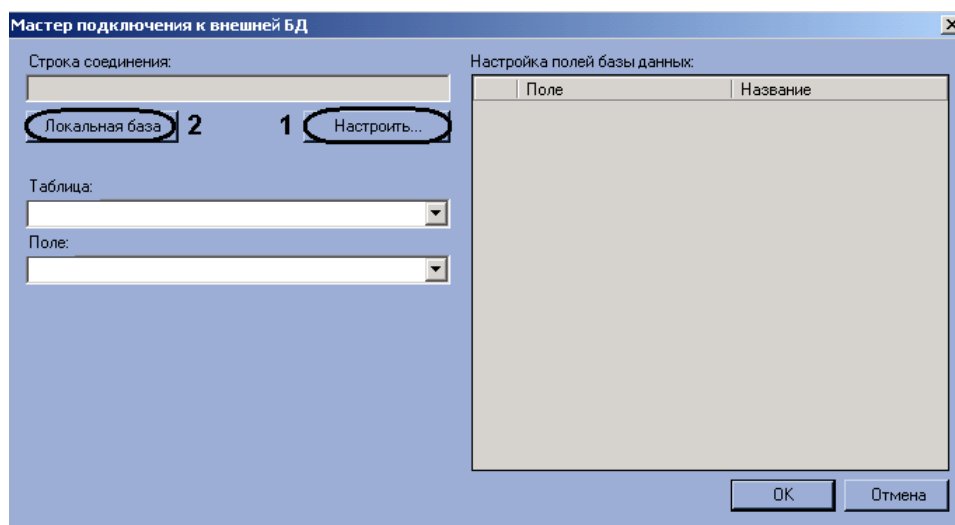

Рис. 7.6—2. Мастер подключения к внешней базе данных
*Примечание 1. Если в качестве внешней базы данных необходимо использовать базу данных ПК «Авто-Интеллект», нажать кнопку «Локальная база» (см. Рис. 7.6—2, 2) и перейти к шагу 6.*